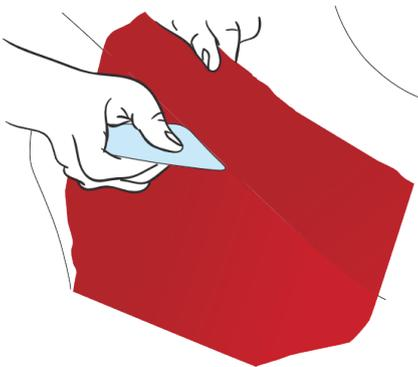

Figure 36
- ▶ Marquer les contours de la pièce : décoller le film de la pièce adjacente et emmener le dans le creux à l'aide de la raclette, afin de bien marquer le bord du joint. (FIG. 36)